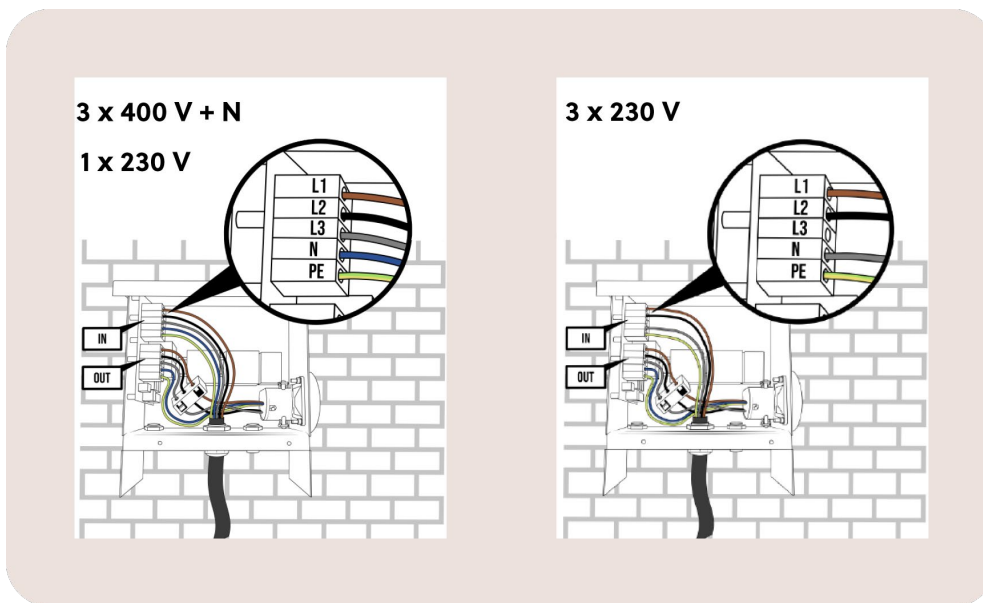
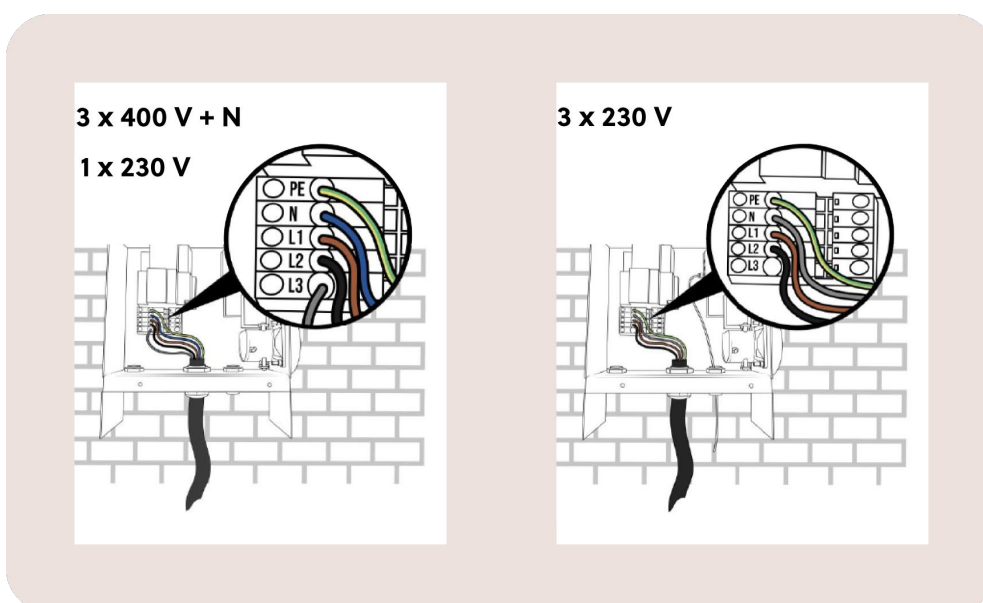

Abbildung 8: Ansicht des Stromversorgungsanschlusses für EV Wall Lite mit der Seriennummer, die mit 6222 beginnt
Abbildung 9: Ansicht des Stromversorgungsanschlusses für die EV Wall Lite mit der Seriennummer, die mit 6222 beginnt
- Links Abbildung 8 und Abbildung 9 sind die Anschlusspunkte für eine 3 x 400 V + N und eine 1 x 230 V Stromversorgung dargestellt.
- Rechts Abbildung 8 und Abbildung 9 sind die Anschlusspunkte für 3 x 230 V Stromversorgung.